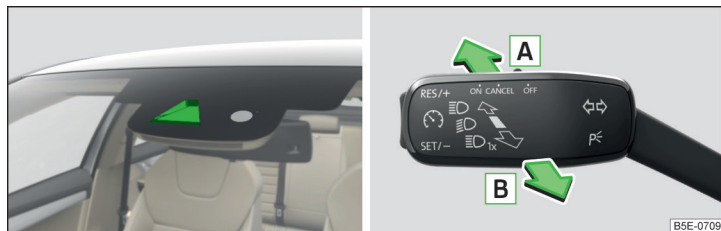

Fig. 69 Encender/apagar el lugar de instalación del sensor / sistema
La conexión/desconexión de la luz de carretera es controlada por un sensor » fig. 69.
- » Presionar la palanca en la posición de suspensión elástica **A** » fig. 69. En la pantalla del cuadro de instrumentos se ilumina el testigo de control **LD**.